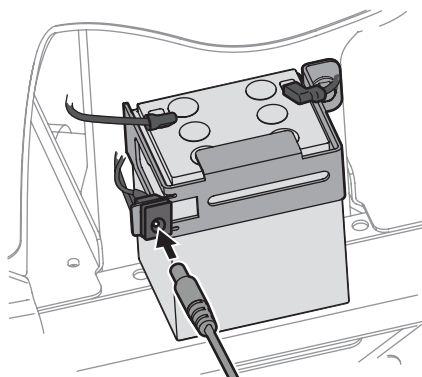

Figure 4-13
- a. Un chargeur de batterie (vendu séparément) est disponible pour ce tracteur. Les instructions d'utilisation du chargeur sont fournies avec l'accessoire. Le chargeur se branche dans la prise située à côté de la batterie comme illustré sur la Figure 4-13. Consultez le document « Pièces et garantie » pour commander un chargeur de batterie.